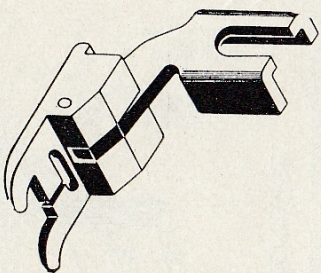
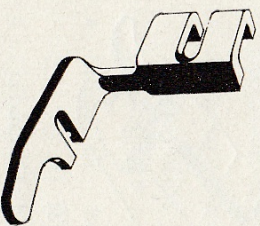

Fig. 21
Fig. 22
- Gebruik het *borduurvoetje* (fig. 21).
- Plaats een proeflapje van de Fig. 21 stof onder de naaivoet en probeer de steek.
- Gebruik het *borduurvoetje* (fig. 21) of het *kordonnetvoetje* (fig. 22).
- Gebruik het borduurvoetje (fig. 21).